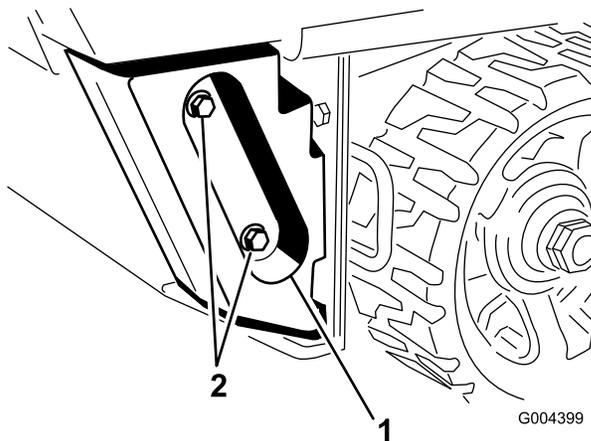

Figura 1
3. Para instalar este kit en una unidad de tracción de la serie TX 400, retire los contrapesos y sus fijaciones de la parte trasera de la unidad de tracción y guárdelos en un lugar seguro (Figura 1).